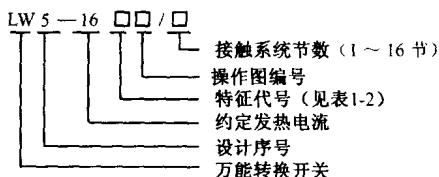

图 1-1 LW5 系列主令控制用转换开关型号的含义
① LW5 系列主令控制用转换开关型号的含义如图 1-1 所示。